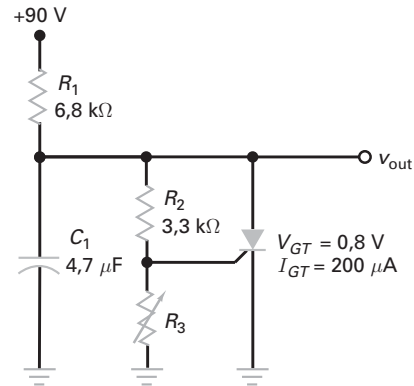

Figura 13-42
- 13-8** Qual é a tensão de pico na saída na Figura 13-42 se R for ajustada para 500 Ω ?
- 13-11** Na Figura 13-42, R é ajustada para 750 Ω. Qual é a constante de tempo de carga do capacitor? Qual é a resistência equivalente de Thevenin vista do gatilho?